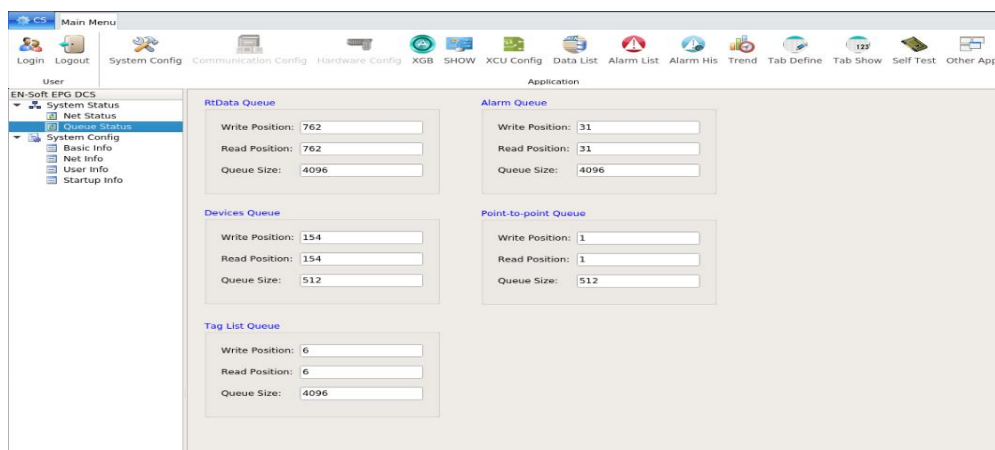

Рис. 5.2-6 Информация о конфигурации
- (1) Он аналогичен серверу исторических данных. Приложение сервера отчетов может работать на любой станции ЧМИ, сконфигурированной как сервер отчетов. Чтобы повысить безопасность передачи и данных в реальном времени, инженерам необходимо определить два разных IP-адреса для сети А и сети В. Способ конфигурирования для EN-Soft EPG DCS: нажать "system configuration" (конфигурация системы) в левой части основного интерфейса в дереве каталогов для перехода в "basic information" (базовая информация) и "information network" (информационная о сети), в правой части окна отобразится информация о конфигурации, как показано на Рис. 5.2-6. Затем настроить корректный сетевой адрес и маску подсети для обеспечения нормального сетевого соединения.